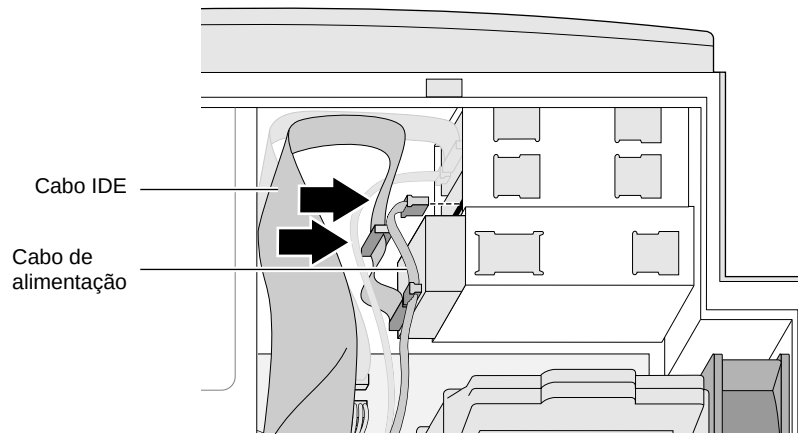

Figura 4-7 Conectando os cabos IDE e de alimentação
- Se você estiver instalando uma unidade opcional no compartimento central ou no inferior, ligue o conector de ponta do cabo IDE na parte posterior da unidade IDE. Veja a Figura 4-7.
- Caso sejam instaladas duas unidades opcionais (nos compartimentos central e inferior), ligue ambos os conectores do cabo IDE à parte posterior das unidades IDE: o conector central à unidade no compartimento central, e o conector de ponta à unidade no compartimento inferior. Veja a Figura 4-7.
- Conecte o cabo da fonte de alimentação à unidade IDE. Os conectores do cabo de alimentação têm diferentes tamanhos para tipos de unidades distintas e são polarizados para que sejam inseridos somente de modo correto. Veja a Figura 4-7.